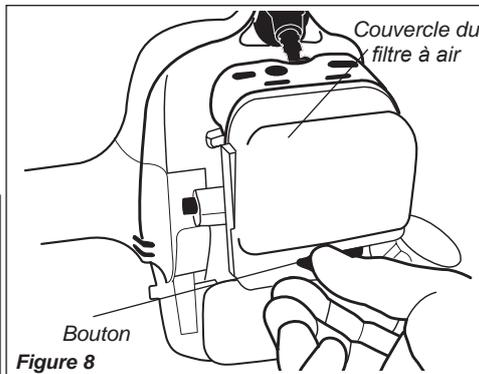

Figure 8
1. Desserrer le bouton du couvercle du filtre à air et retirer le couvercle du filtre à air. Voir la figure 8.